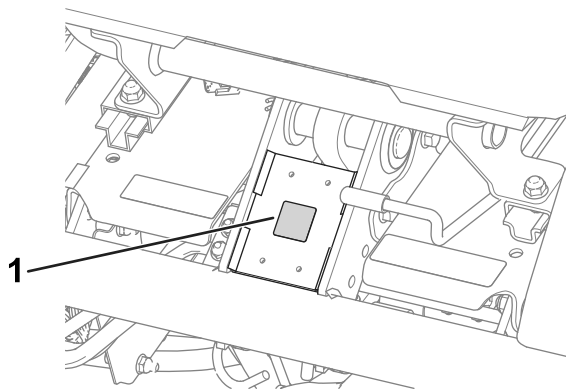

図 11
- CE マークデカルを、運転席前下のフレーム部分に貼りつける **図 11**。